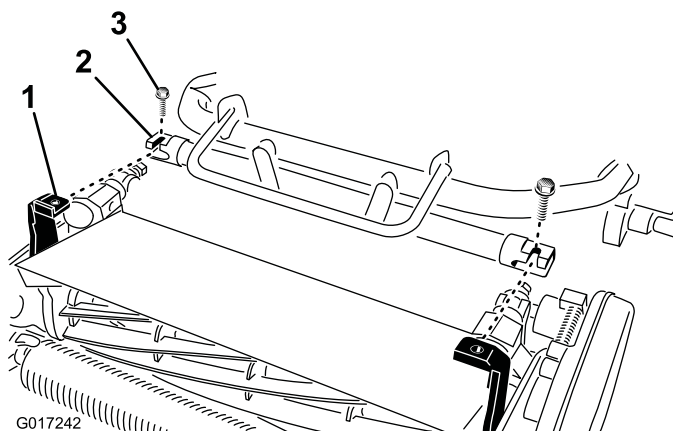

Bild 5
4. Bewegen Sie den Zugmaschinenrahmen (Bild 5) nach vorne, bis er in die Gelenkarme der Schneideinheit greift.
5. Befestigen Sie den Zugmaschinenrahmen mit zwei Schrauben (3/8" x 3/4") an den Gelenkarmen des Mähwerks (Bild 5).